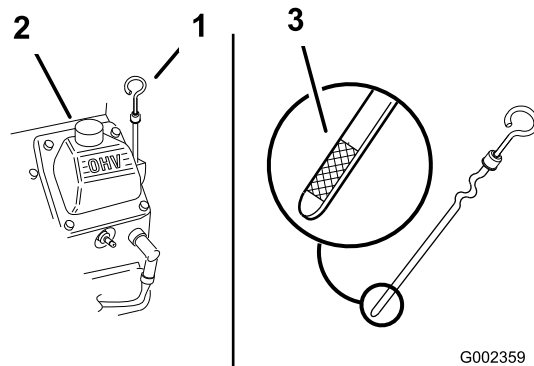

Рисунок 16
3. Очистите поверхность вокруг масломерного щупа (Рисунок 16), чтобы загрязнения не попали в заливное отверстие и не повредили двигатель.
4. Выверните масломерный щуп и на чисто протрите его конец (Рисунок 16).
5. Вставьте масломерный щуп в заливную горловину до упора, но не заворачивайте в нее (Рисунок 16).
6. Медленно залейте приблизительно 80% указанного количества масла в заливную горловину (Рисунок 16).